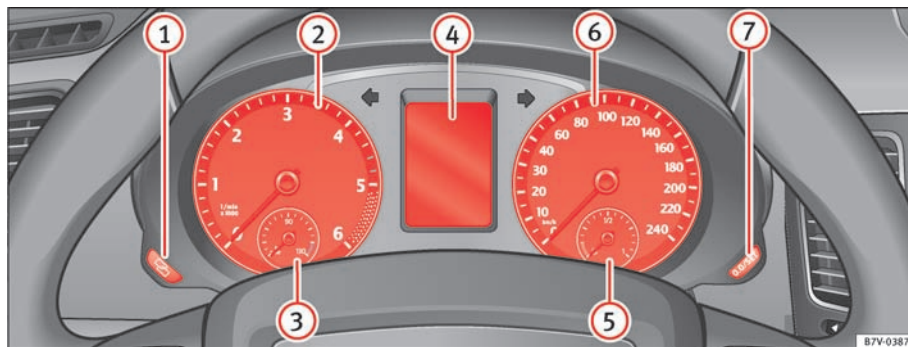

Fig. 35 Kombiinstrument i instrumentpanelet
Supplerende informationer vedr. instrumenterne ⇒ Fig. 35:
I kombiinstrumentets display ⇒ Fig. 35 ④ kan der alt efter bilens udstyr blive vist forskellige informationer:
Tidspunktet for næste service vises i kombiinstrumentets display ⇒ Fig. 35 ④.